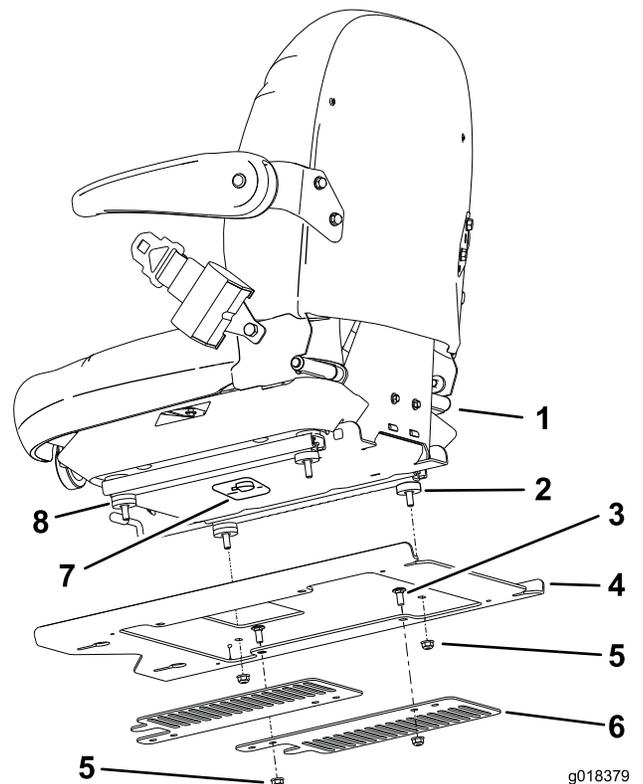

Figura 2
2. Sujete la chapa del asiento al asiento con 4 tuercas con arandela prensada (5/16 pulgada) (Figura 2).
7. Deslice el asiento y la chapa del asiento hacia atrás para bloquear las tuercas delanteras en los orificios y las tuercas traseras en las ranuras (Figura 2).